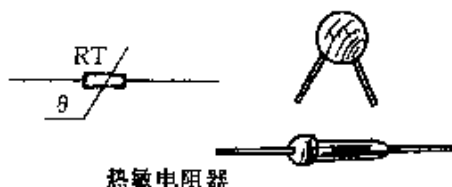

图 2-16
② 图 2-16 所示为热敏电阻器的文字符号、图形符号和外形。热敏电阻器大多由单晶或多晶半导体材料制成,它的阻值会随温度的变化而变化。热敏电阻器分为正温度系数和负温度系数两种:正温度系数热敏电阻器的阻值与温度成正比,负温度系数热敏电阻器的阻值与温度成反比。热敏电阻器一般用于自动控制、自动测温、电器设备的软启动等电路中,目前用得较多的是负温度系数热敏电阻器。